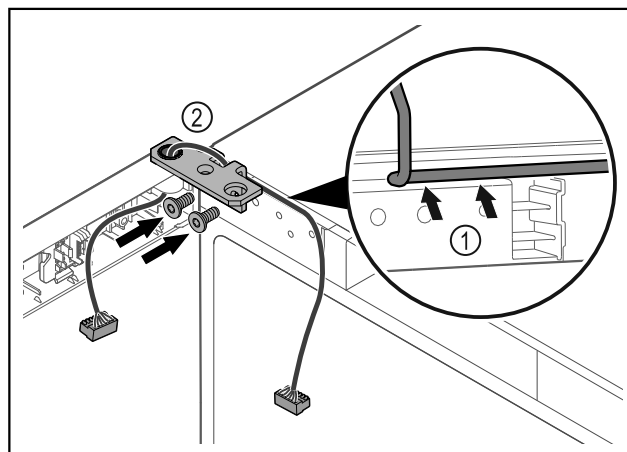

Fig. 58
- Kaloni kabllon përmes së prerës në profilin e menteshës dhe shtrijeni me kujdes Fig. 58 (1).
- Mbërtheni vidat e profilin të menteshës Fig. 58 (2).